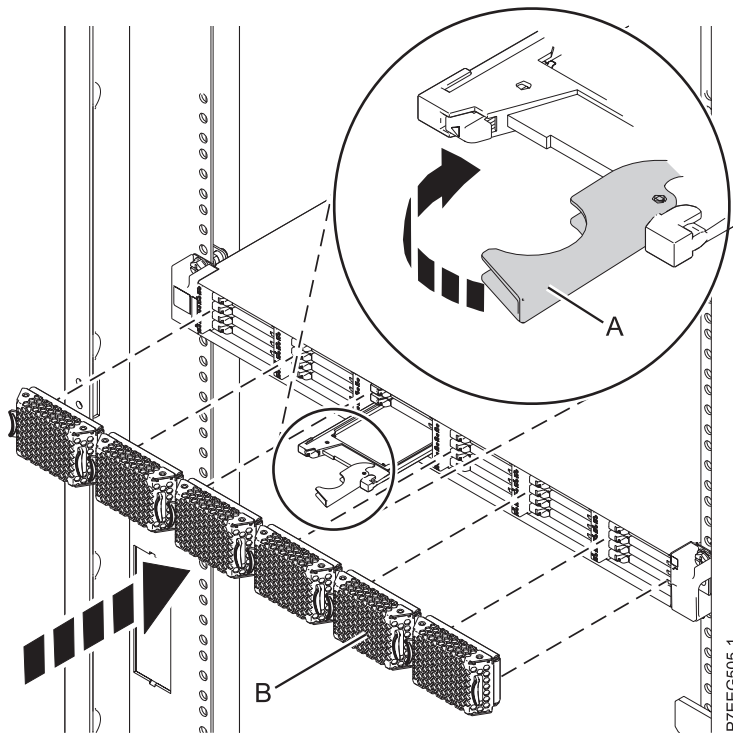

Figura 50. Sustitución de una unidad de estado sólido en Alojamiento de almacenamiento PCIe de EDR1.
4. Cuando el LED de identificación de la unidad de estado sólido se encienda de manera fija, deslice la unidad de estado sólido hasta el fondo de Alojamiento de almacenamiento PCIe de EDR1 y asegúrese de que queda totalmente encajada. A continuación, gire el asa (A) hasta la posición de bloqueo. Consulte Figura 50 en la página 84.
6. Instale la placa frontal (B).